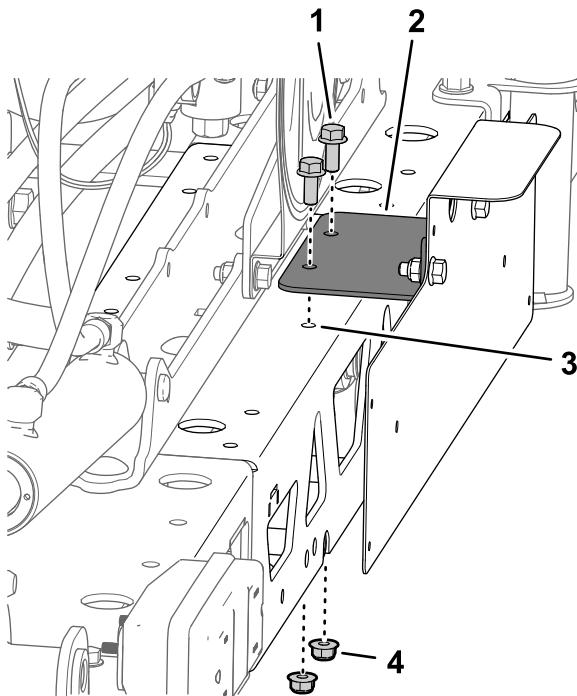

Figura 53
- 3. Alinhe os furos no suporte de apoio com os furos na armação da secção da rampa central (Figura 53).
4. Monte o suporte de apoio na armação da secção da rampa central (Figura 53) com dois parafusos de cabeça flangeada (5/16 x 3/4 pol.) e duas porcas flangeadas (5/16 pol.).